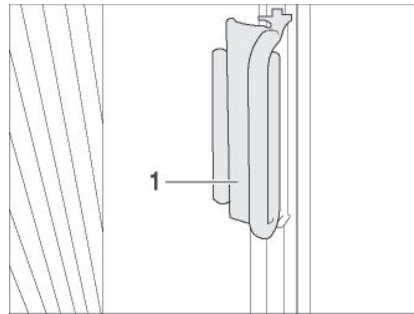

Bild 14 Griff Faltscheibe für Frontscheibe (Abb. ähnlich)
- Die Faltscheiben zu beiden Seiten der Frontscheibe jeweils am Griff (Bild 14,1) fassen und vorsichtig zur Mitte der Frontscheibe hinzuziehen, bis der Magnetverschluss die Faltscheibe geschlossen hält.
- Die Faltscheiben am Griff vorsichtig unter die Abdeckung an den A-Säulen zurückschieben. Den Griff (Bild 14,1) auf den Aufsatz schieben. Die Faltscheibe ist gesichert.